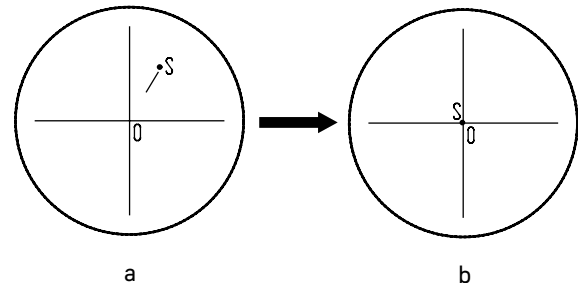

Рис. 27. Настройка канала визуализации
- Установите рукоятку переключения светового потока **3** в положение для наблюдения через окуляры. Наблюдая объект через окуляры, найдите отличительную точку в поле зрения (легко идентифицируемую цель, такую как точка *S* на рис. 27а), переместите объект на предметном столике так, чтобы данная точка находилась в центре поля зрения, как показано на рис. 27б. Для этой процедуры вместо обычного препарата удобно использовать специальный калибровочный слайд с перекрестьем, а вместо обычного окуляра – окуляр с перекрестьем.